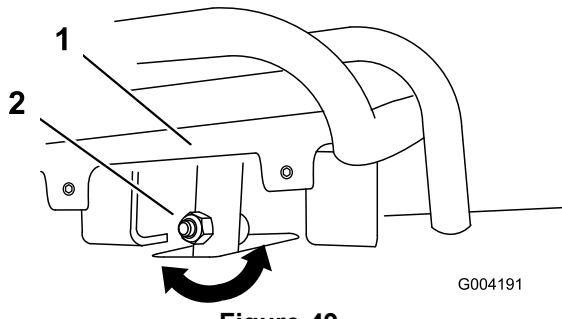
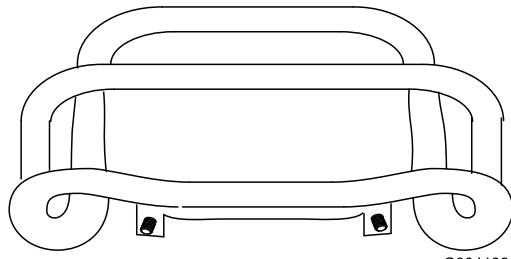

Figure 49
Figure 50
- 4. Si l'avant de la commande de déplacement n'est pas d'équerre et de niveau avec la barre de référence, desserrez l'écrou et le boulon à embase de la tige de la commande de déplacement (Figure 49).
5. Réglez la commande de déplacement de sorte qu'elle soit de niveau et en appui contre la barre de référence lorsqu'elle est tirée tout droit en arrière (Figure 49 et Figure 50).